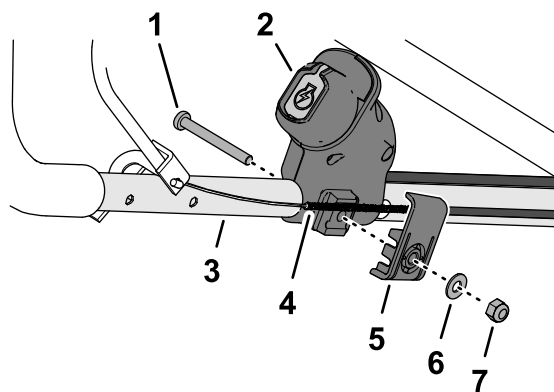

Figura 13
2. Encima de la fijación a presión, monte el interruptor de arranque eléctrico en el manillar (Figura 13).